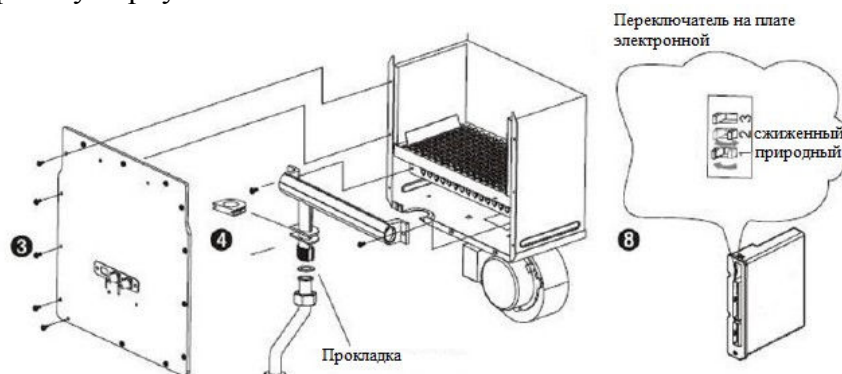

Рис. 11. Перевод котла на другой вид газа
- ✓ выкрутите винты крепления стенки передней (поз. 3, см. Рис. 11) и снимите её;
- ✓ выкрутите два винта крепления коллектора и горелки. Открутите гайку крепления коллектора и клапана газового (поз. 4, см. Рис. 11).
- ✓ на плате электронной переведите переключатель "2" в положения "ON", а переключатель "1" в положение "OFF" – для сжиженного газа, переключатель "2" в положения "OFF", а переключатель "1" в положение "ON" – для природного газа (поз. 8, см. Рис. 11);